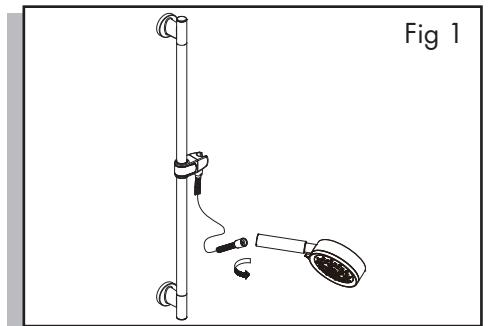

Fig 1
1. Remove handshower from hose by unscrewing hose conical counter-clockwise (Fig 1).
1. Quite la ducha de mano de la manguera desenroscando la sección cónica de la manguera en sentido antihorario (fig. 1).
1. Tourner la douche à main dans le sens contraire des aiguilles d'une montre pour la détacher du flexible (fig. 1).